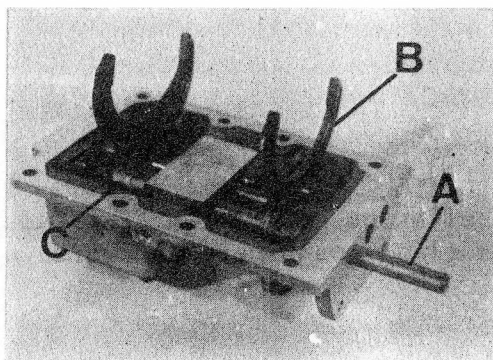

Fig. C1-70 Desmontaje ejes selectores
- 1.5. Desmontar el eje selector de 1a y 2a velocidad, A (Fig. C1-70), desplazándolo hacia la parte posterior y extraer la caja, C, y la horquilla, B, del mismo.